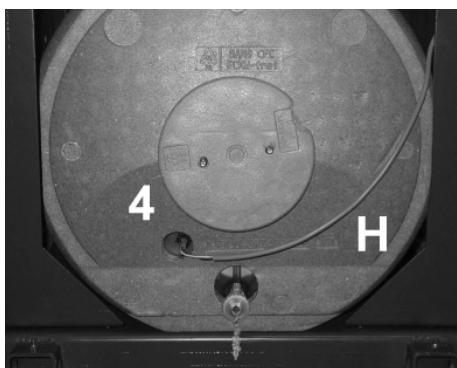

Fig. 11
De elektrische aansluiting van de sanitaire laadpomp (fig. 3, nr. 6), van de pomp voor het sanitair circuit (fig. 3, nr. 8) en van de sanitaire sensor (fig. 11, nr. 4) aan de boiler, gebeurt aan de klemmenblok (29) op de achterkant van het besturingspaneel (30) van de ketel FCX.
- ▶ De 2 bevestigingsschroeven (K) van de afdekkap (9) losdraaien.
- ▶ Verwijder de beschermkap (9) van de klemmenblok.
- ▶ De diverse elektrische aansluitingen aan de klemmenblok (29) uitvoeren.
### 7.2.1 Sanitaire sensor (fig. 11 - 13)
### 7.2.1 Sonde sanitaire (fig. 11 - 13)